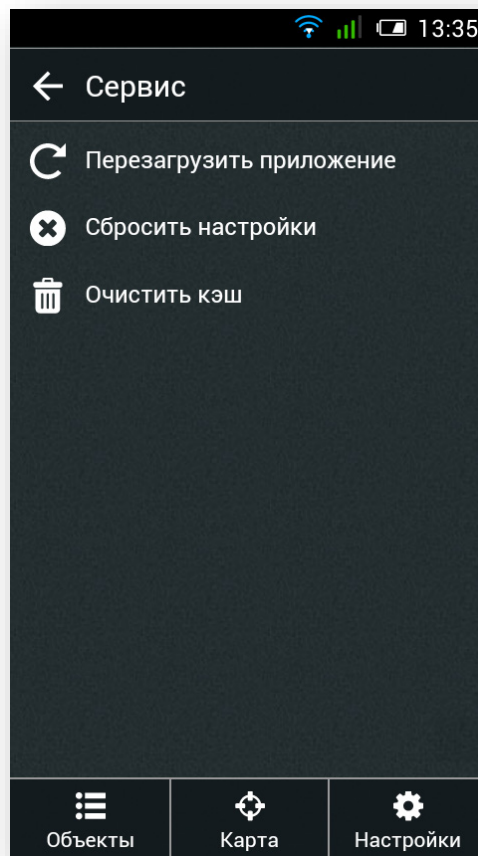

Рисунок 222. Настройки → Сервис
- Сервис (рис. 222) – зайдите, если вам требуется перезагрузить приложение, сбросить настройки к заводским или очистить кэш-память.